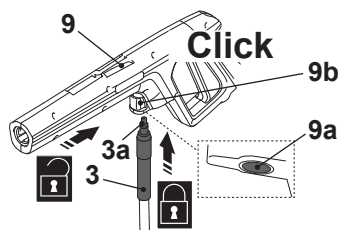

Fig. 2
1. Insira o conector (3a) da mangueira de pressão (3) na conexão da mangueira porta (9a) da pistola pulverizadora (9). Certifique-se de que se encaixa no lugar (Fig. 2). Pressione o botão para desapertar (9b) para destravar, se necessário.